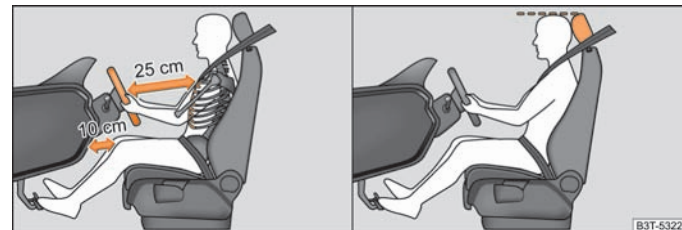

Abb. 151 Der richtige Abstand des Fahrers vom Lenkrad und der Schalttafel / Die richtige Kopfstützeinstellung des Fahrers
- Stellen Sie das Lenkrad so ein, dass der Abstand zwischen Lenkrad und Brustbein mindestens 25 cm beträgt und der Abstand der Beine von der Schalttafel in Höhe des Knie-Airbags mindestens 10 cm beträgt → **Abb. 151** - links.
- Stellen Sie die Kopfstütze so ein, dass die Oberkante der Kopfstütze sich möglichst auf einer Höhe mit dem oberen Teil Ihres Kopfes befindet → **Abb. 151** - rechts.
- Für den Fahrer ist es notwendig einen Abstand vom Lenkrad von mindestens 25 cm und der Beine von der Schalttafel in Höhe des Knie-Airbags von mindestens 10 cm einzuhalten ⇒ **Abb. 151** - links. Wenn Sie den Mindestabstand nicht einhalten, kann Sie das Airbag-System nicht schützen - Lebensgefahr!
- Stellen Sie die Kopfstütze so ein, dass die Oberkante der Kopfstütze sich möglichst auf einer Höhe mit dem oberen Teil Ihres Kopfes befindet ⇒ **Abb. 151** - rechts.
- Stellen Sie die Kopfstützen so ein, dass die Oberkante der Kopfstützen sich möglichst auf einer Höhe mit dem oberen Teil Ihres Kopfes befinden ⇒ **Abb. 151**.